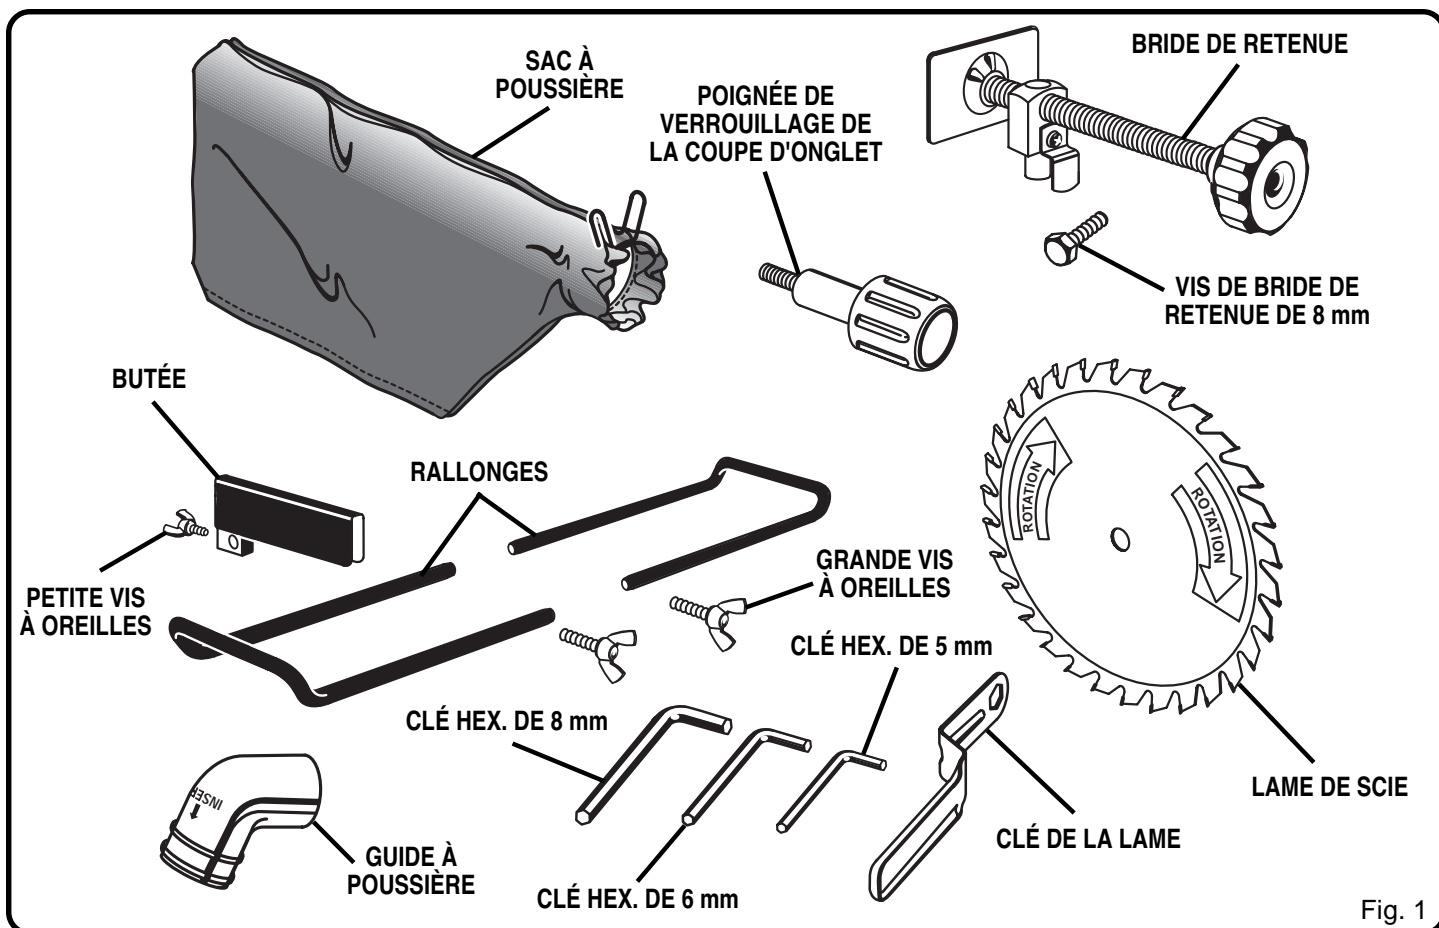

Fig. 1
- Retirez toutes les pièces détachées du cartonnage. Séparez-les et vérifiez-les d'après la liste des pièces détachées. Voir figure 1.